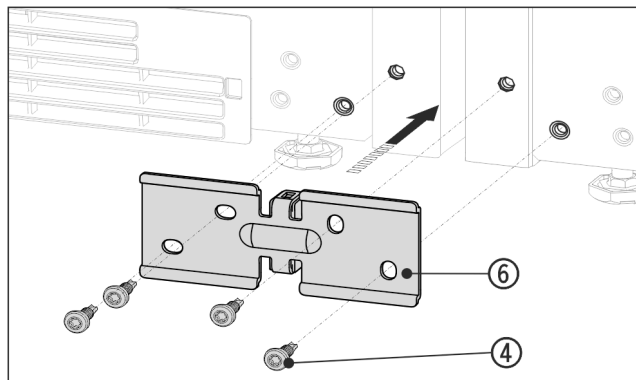

Fig. 14 Rappresentazione esemplificativa
- Spostare la squadretta Fig. 14 (6) con il distanziale fra le apparecchiature e avvitare con 4 viti Fig. 14 (4) senza stringerle.